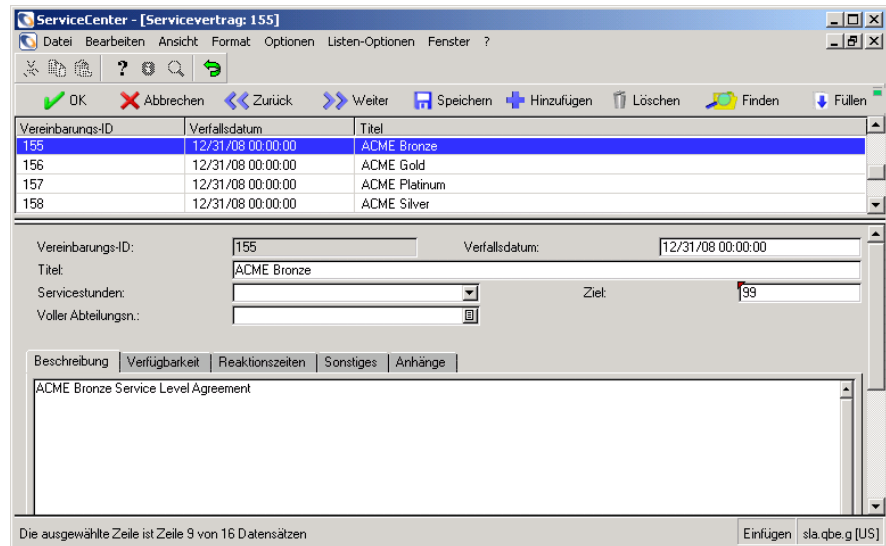

Abbildung 9-11: SLA-Datensatz mit Datensatzliste
- 3 Klicken Sie auf **Suchen** oder drücken Sie die **Eingabetaste**, um eine Liste aller SLAs anzuzeigen. Bei ausgewählter Option für die Datensatzliste im Menü **Ansicht** zeigt ServiceCenter den ersten Datensatz im SLA-Datensatzformular an (siehe Abbildung 9-11 auf Seite 311).